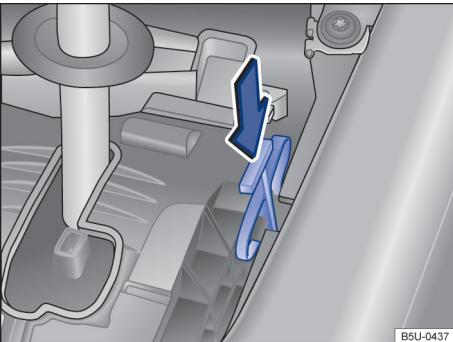

Fig. 87 Desinstalar a cobertura da alavanca seletora e destravar o bloqueio da alavanca seletora emergencialmente.
- Pressionar a alavanca de destravamento → **Fig. 87** no sentido da seta e manter nesta posição..